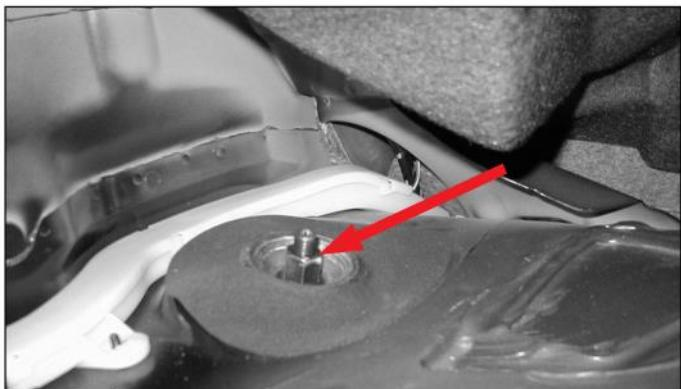

Fig.1.
1. Verwijder de bovenste schokdempermoer. Zie fig. 1.